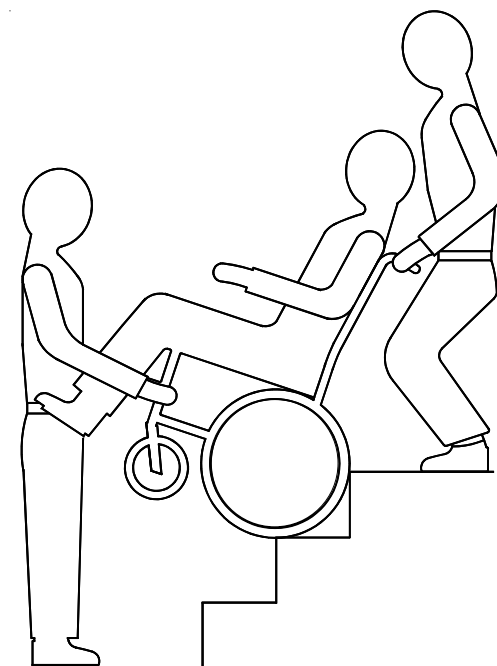

Fig. 13
1. Tirer le fauteuil et l'utilisateur vers l'avant pour descendre l'escalier (Fig. 13).